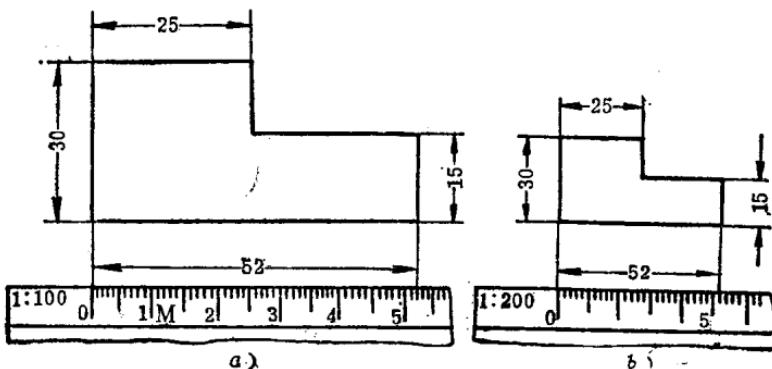

图 2 不同比例图形的尺寸注法
2. 工作图上的尺寸，应该按零件的实际大小来注写，尺寸数字永远表示零件的实际大小。识别零件的大小，也是根据图中所注的尺寸数字为依据，与工作图的比例和绘图的准确度无关。如图 2 所示。图 2 a 的比例是 1:1，图 2 b 的比例是 1:2，两个图所用的比例虽不同，图形的大小也不一样，但图上所注的尺寸数值应该是一样的。